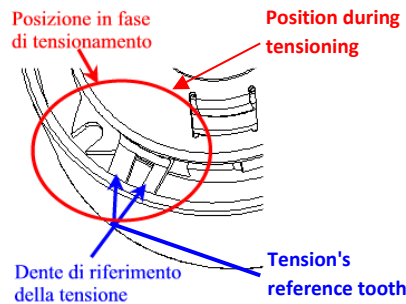

Fig.4
**ATTENZIONE:** per mettere in tensione il tenditore non agire ASSOLUTAMENTE sul dente di riferimento posto sulla staffa mobile. Questo dente serve solo da riferimento per la tensione (Fig.4).
- ruotare l'utensile speciale fino a che il dente, posto sulla staffa, superi la tacca di riferimento. Non fare toccare il dente della staffa con il suo fine corsa (Fig.4).
**WARNING:** to extend the tensioner NEVER act on the reference tothing on the mobile bracket. This type of tothing only serves as a reference for tension (Fig. 4).
- rotate the dedicated tool until the tothing, placed on the bracket, goes past the reference notch. Do not make the bracket tothing touch the end of stroke (Fig. 4).